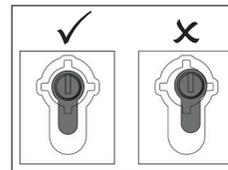

Abb. 5
**! Hinweis:** Besonders bei bündig abschließenden Zylindern muss die Walze des Zylinders wie in Abb. 5 dargestellt in der Öffnung zentrisch/mittig ausgerichtet sein.